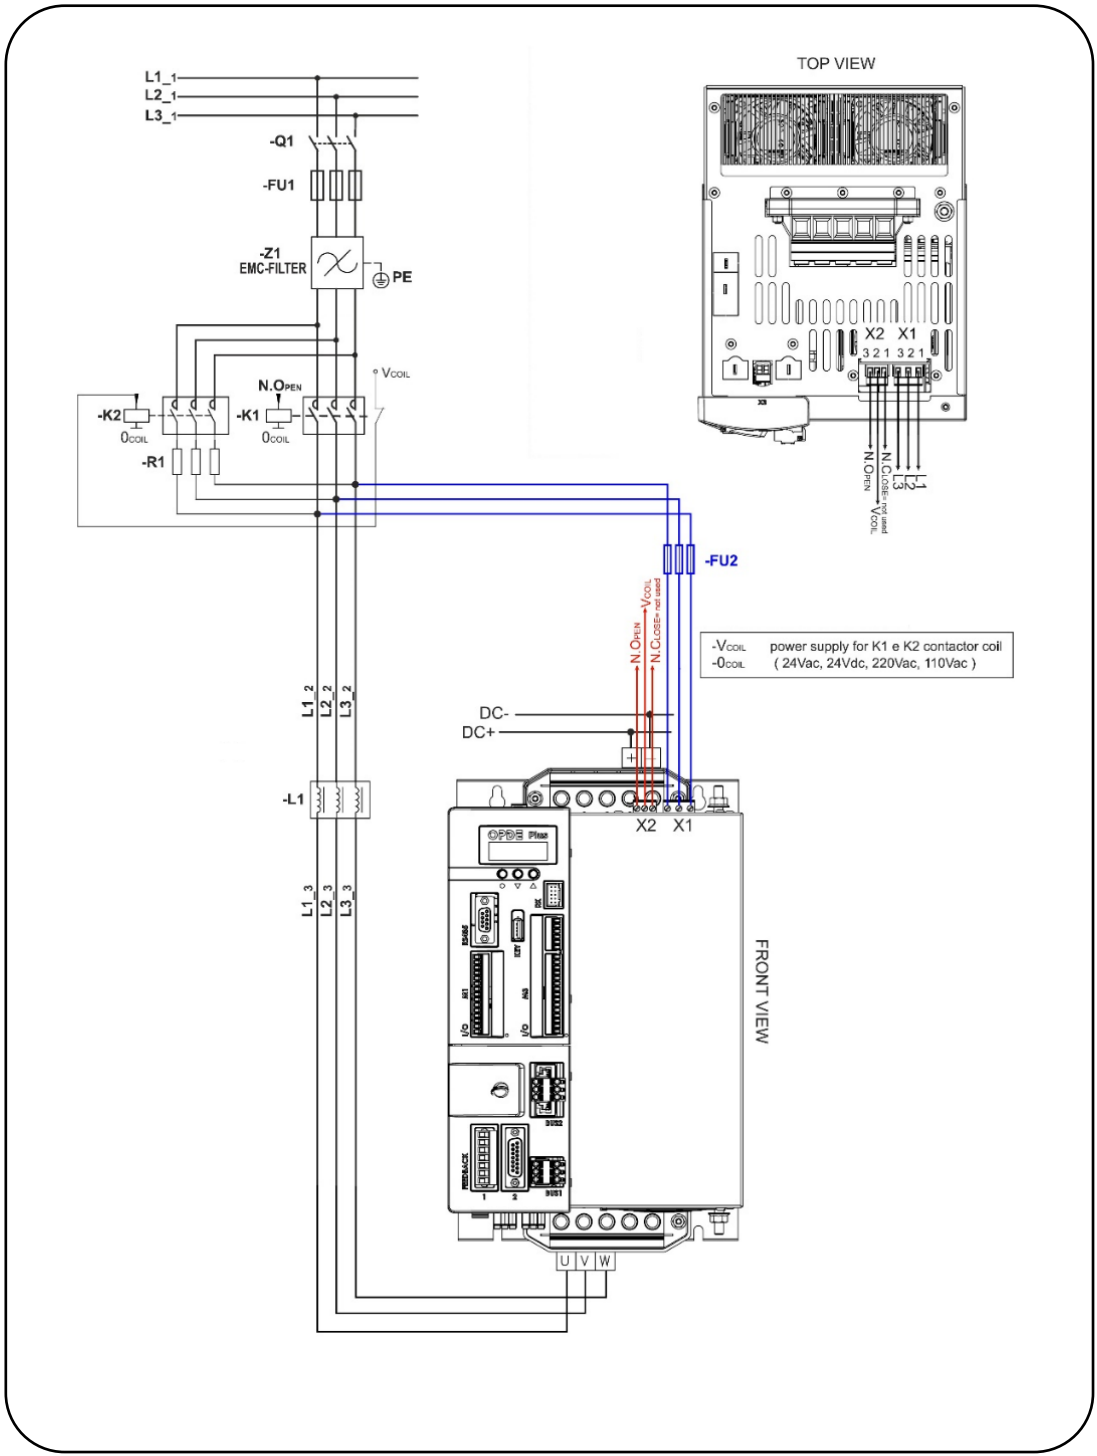

FIG. 23- Connessione alla rete dell'FFE / FFE Main connection
- Rimuovere le ventole di raffreddamento del radiatore premendo le alette del supporto e tirandolo all'esterno (**FIG.23**); disconnettere poi il cavetto di alimentazione dall'apposito connettore.
- Remove the heatsink cooling fan by push and pull the fan support (**FIG.23**); disconnect the power supply cable from the connector.